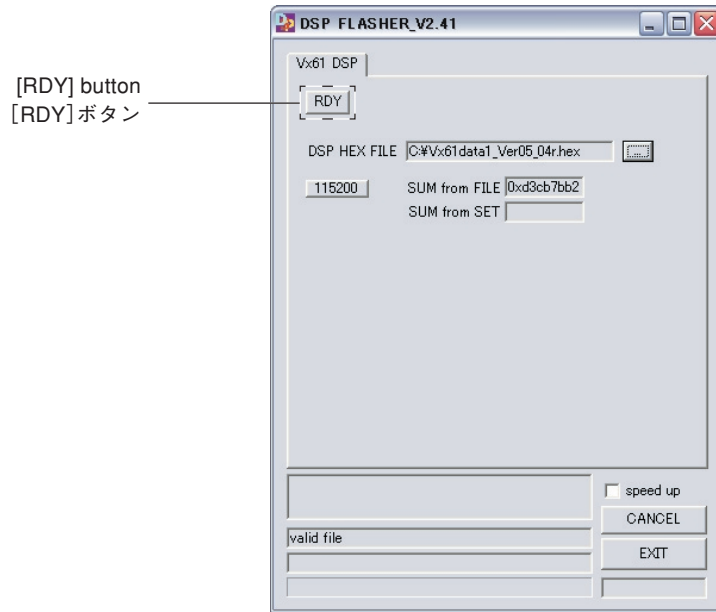

Fig. 8
6. Press the [RDY] button to reserve writing. (Fig. 8)
6. [RDY]ボタンを押し、書き込みの予約をします。(Fig. 8)